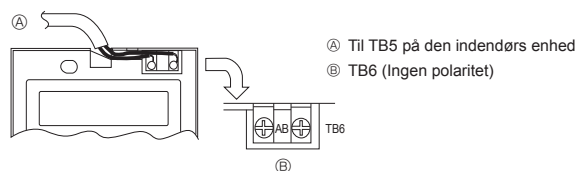

Fig. 6-5
2) Tilslutningsprocedurer (Fig. 6-5)